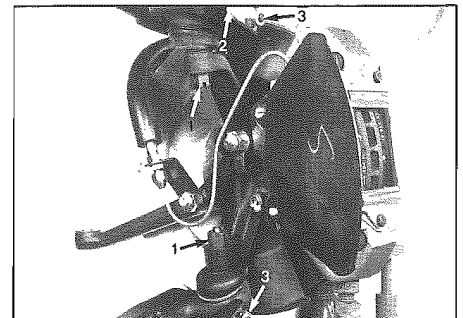

Fig. 13 - 1 - Dado a corona con copiglia
- Smontare il perno superiore (**Fig. 13**): rimuovere la copiglia dal dado a corona 1 ed allentarlo; allentare e sfilare le viti 2 e 3 e togliere gli spessori. Estrarre il perno servendosi di un apposito estrattore.
- Remove upper pin (**Fig. 13**): split pin from castle nut 1 and loosen it; unscrew and withdraw screws 2 and 3, remove spacers. Take out pin using a proper puller.